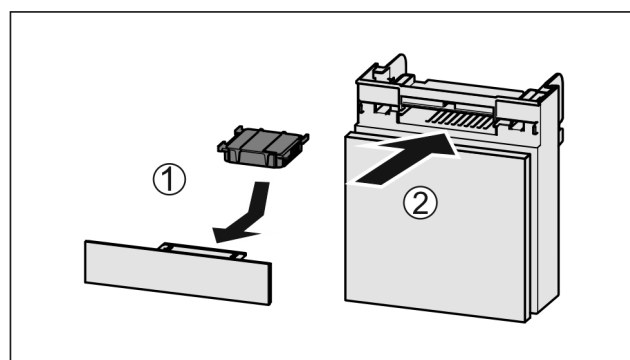

Fig. 200
- Sätt in Fig. 200 (1) aktivtkolfiltret enligt bilden.
- Skjut in Fig. 200 (2) lådan.